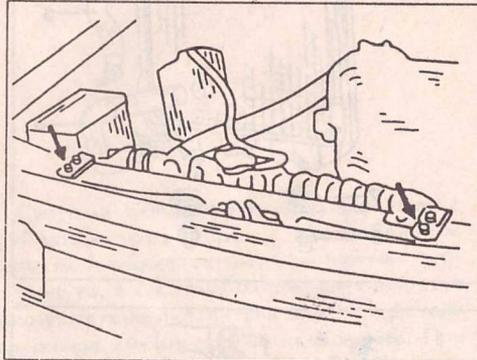

Рис. 109.
Установить насос для проверки герметичности на крышке радиатора как показано на рис. 109. Между насосом и крышкой установить переходник (1).